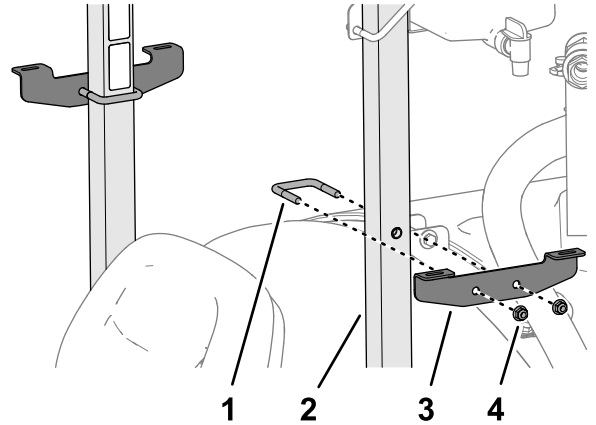

Bild 27
3. Montieren Sie die Halterung am Überrollbügelrohr (Bild 27) mit einem U-Bügel und zwei Sicherungsbundmutter ($\frac{3}{8}$ ").